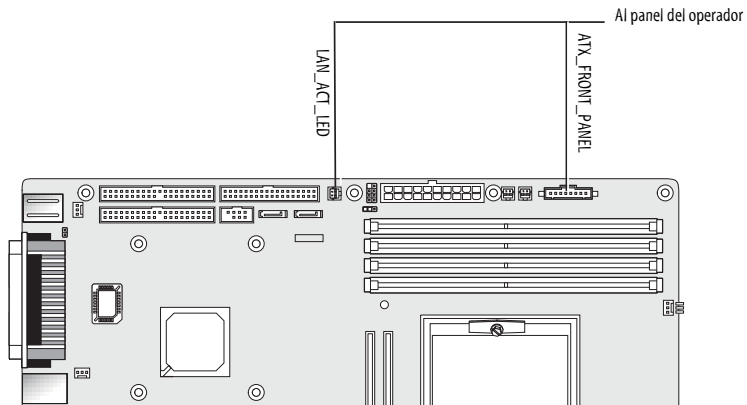

FIGURA 4-23 Desconexión de cables del panel del operador
6. Desconecte los dos conectores que conectan el panel del operador a la placa madre y retire el panel del operador desde el chasis (véase la FIGURA 4-23).